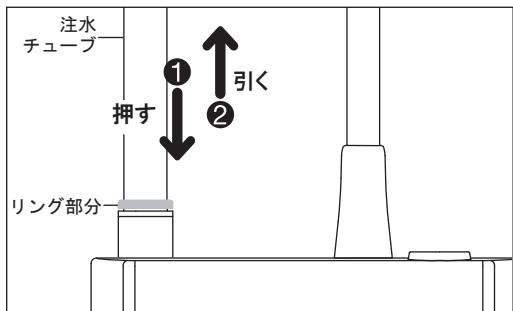

図 3
- 2) 注水チューブはそれぞれのコネクターのリング部分を押しながら引き抜いてください。(図 3)